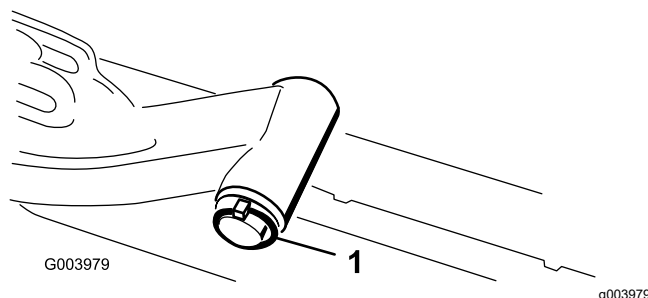

Figure 8
- A. Retirez la goupille à anneau et la rondelle qui fixent l'axe de pivot du bras de levage au bras de levage, et sortez l'axe de pivot du bras (Figure 8).
C. Insérez l'axe du bras de levage dans le bras et fixez-le à l'aide de la rondelle et de la goupille à anneau (Figure 8).